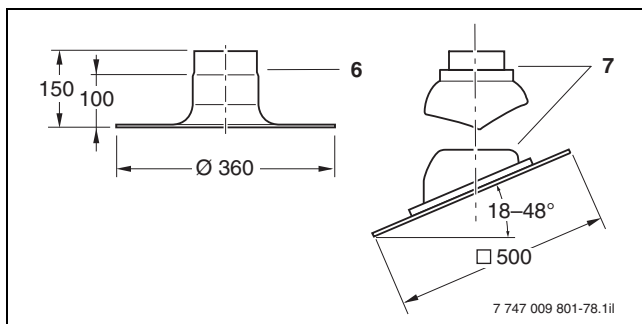

Bild 78 Universal-Dachziegel und Flachdach-Klebeflansch als Zusatzausstattung für den Grundbausatz DO (Maße in mm)
1) Mit Universal-Dachziegel 18 bis 48° (→ Bild 78, Pos. 7)
2) Mit Flachdach-Klebeflansch (→ Bild 78, Pos. 6)
Legende zu Bild 78: